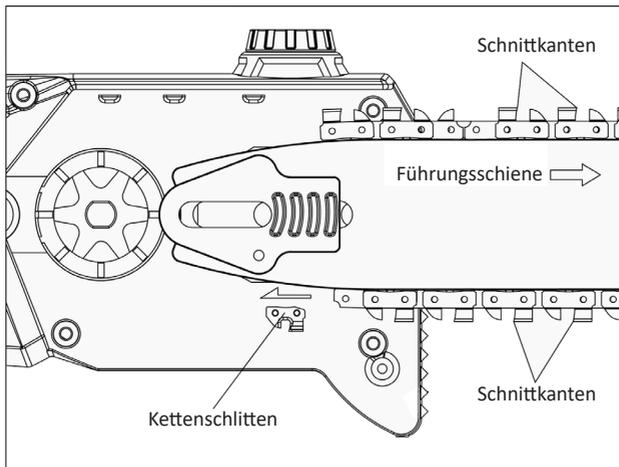

Fig.19
4. Legen Sie eine neue Kette um das Antriebsritzel, entlang der oberen Nut der Führungsschiene und um die Nase der Führungsschiene herum. Hinweis: Achten Sie darauf, dass die Schneidkanten der Kette in die richtige Richtung zeigen. Positionieren Sie die Kette so, dass die Schneidkanten auf der Oberseite der Führungsschienenfläche liegen (siehe Abb. 19 und Anzeige auf der Seitenabdeckung der Säge).